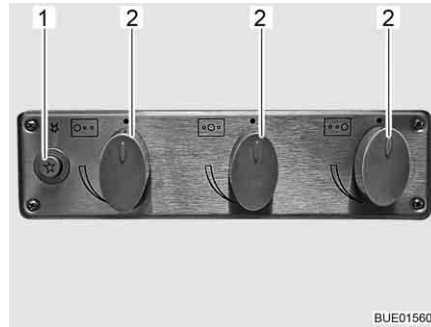

Bild 162 Reglage, knappar för gasspis
- Vrid vridregulatorn (Bild 162,2) till önskad låga till tändningsläge (stor låga).
- Tryck på tryckknappen (Bild 162,1). Automattändningen alstrar tändgnistor. Ett klickande ljud hörs.